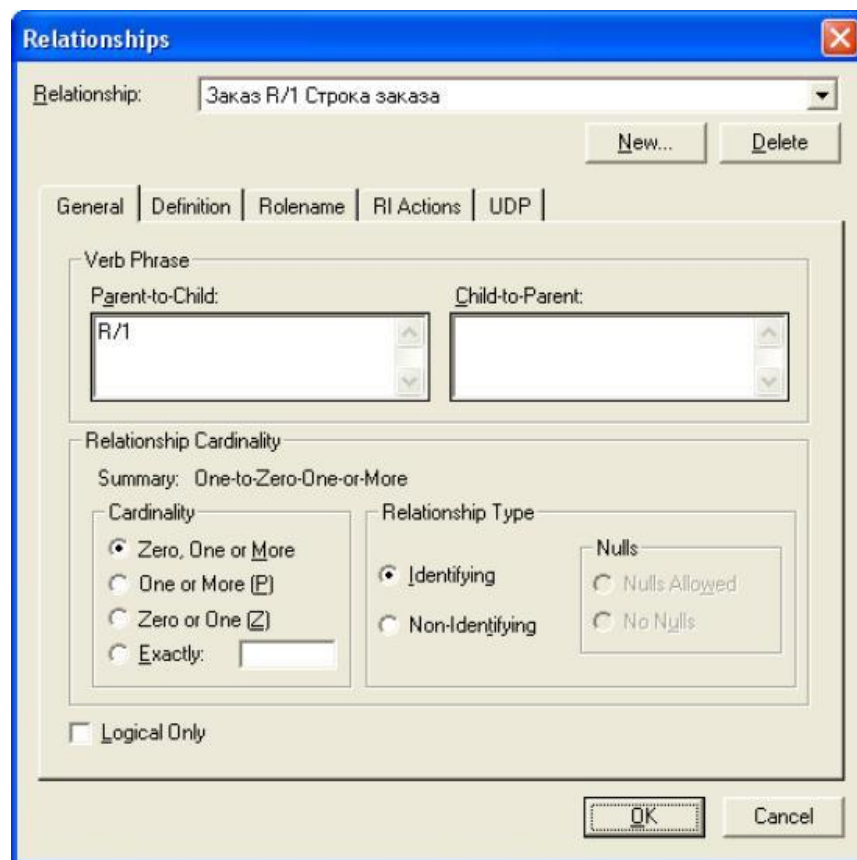

Рисунок 6.Окно свойств связи
контекстном меню пункт *Relationship Properties* (рис. 6). Здесь во вкладке *General* можно задать имя связи (в направлении родитель-потомок и потомок-родитель), мощность связи (ноль, один или больше; один и больше (P); ноль или один (Z); точно (конкретное число), поменять тип связи. Во вкладке *RI Action* можно задать ограничения целостности.